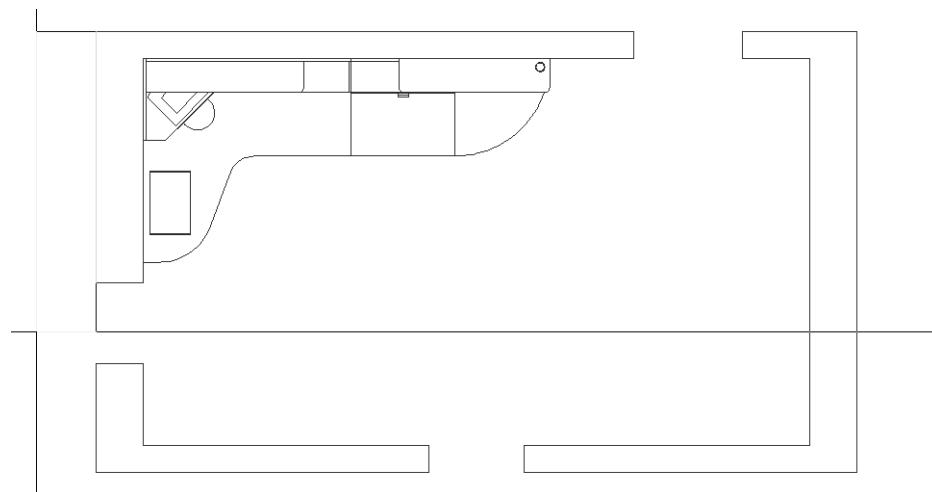

Рис. 7.5 ▼ Создание наружного контура балкона
13. Примените инструмент **Обрезать** (Trim) для обрезки линий стен по вспомогательным линиям с тем, чтобы получить дверные проемы, как показано на рис. 7.5.
14. Назначьте текущим слой **Балкон**, запустите инструмент Rectangle и начните создание прямоугольника, выбрав в качестве начальной точки левый верхний угол наружного контура стен (рис. 7.5).